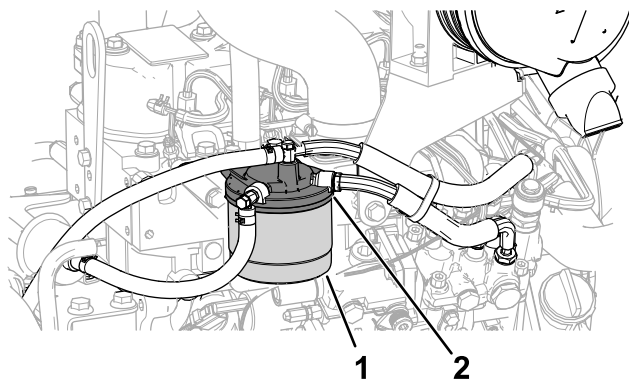

Bild 58
1. Reinigen Sie den Bereich um den Kraftstofffilterkopf (Bild 58).
2. Entfernen Sie den Filter und reinigen die Kontaktfläche (**Bild 58**).